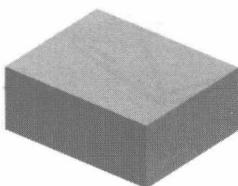
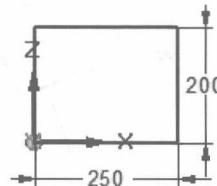

图 1.2 拉伸特征 1
图 1.3 截面草图
Step2. 设置材料表。选择下拉菜单 → 信息 → 材料表 命令，系统弹出“材料表”对话框；在“材料表”对话框中单击 **常规属性** 选项卡，在 **材料厚度 (T)** 文本框中输入值 4，在 **折弯半径 (R)** 文本框中输入值 4，其他选项采用系统默认设置；单击 **应用于模型** 按钮，完成设置。
Step4. 创建图 1.2 所示的拉伸特征 1。单击 **主页** 功能选项卡 **实体** 区域中的“拉伸”按钮 ；在系统 **单击平的面或参考平面。** 的提示下，选取前视图 (XZ) 平面作为草图平面，绘制图 1.3 所示的截面草图，单击“主页”功能选项卡中的“关闭草图”按钮 ，退出草绘环境；在“拉伸”工具条中单击 按钮定义拉伸深度，在 **距离** 文本框中输入值 100，并按 Enter 键，单击“对称延伸”按钮 ；单击 **完成** 按钮，完成特征的创建。